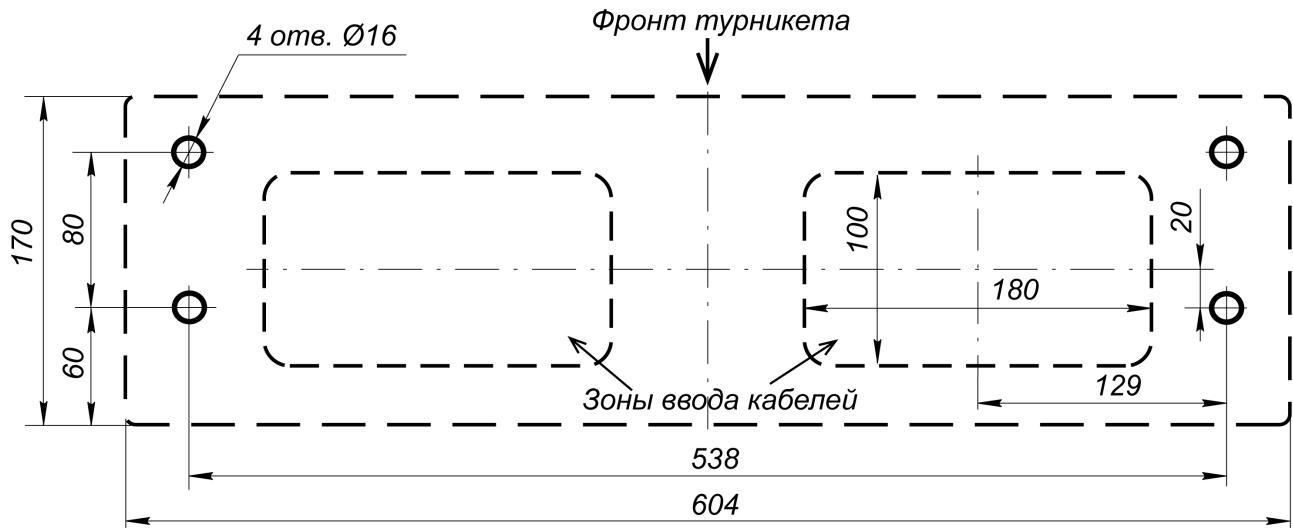

Рисунок 14. Схема разметки отверстий на установочной поверхности
4. Выполните разметку и разделку отверстий в полу под анкеры для крепления турникета и кабельного канала к зоне ввода кабелей (см. рис. 14). Разметку также можно производить непосредственно по основанию монтажной стойки.
6. Снимите переднюю панель (8) с корпуса стойки, для чего открутите внизу два винта (9).